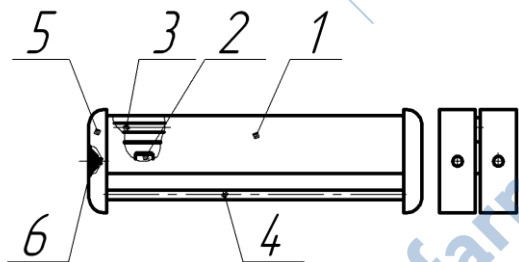

Рис. 1 Общий вид облучателя медицинского бактерицидного ОБП – 300 "Азов"
3.3 Проверить работу облучателя до его монтажа в следующей последовательности (см. рис. 1):